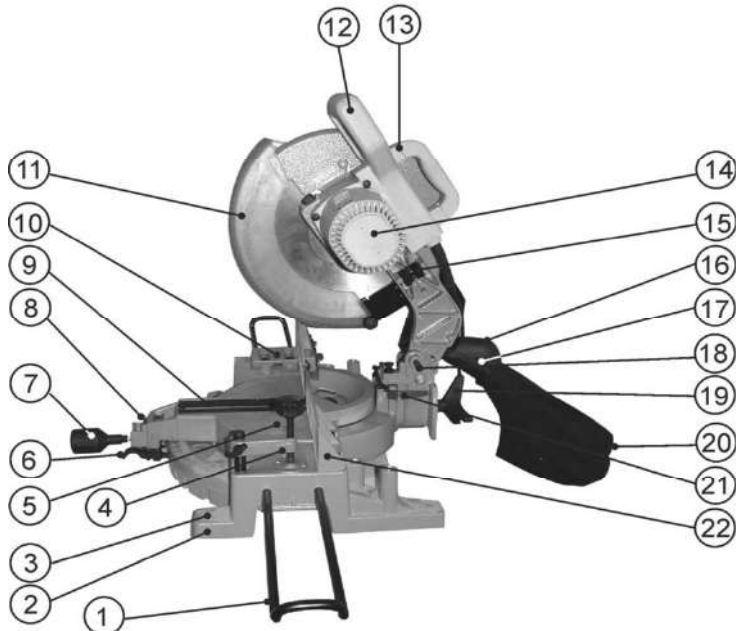

Рис. 2
7. УСТРОЙСТВО ПИЛЫ, Рис. 2
8.1. Закрепите поворотный стол (5) с помощью винта фиксации поворотного стола (7) и затяните винт фиксации наклона пилы (19). При транспортировке пилы полностью опускается рукоятка пилы (12) и фиксируется в нижнем положении с помощью стопорной шпильки (18). Транспортировка пилы производится непосредственно за транспортную ручку (13), Рис.2.
9.1.1. Закрепите пилу болтами на ровной и устойчивой поверхности верстака. С этой целью станина (2) пилы имеет четыре отверстия (3). Это обеспечивает устойчивость пилы и безопасность эксплуатации, предотвращает возможность травматизма, Рис.2.
9.2.1. На станине (2) предусмотрены гнезда установки вертикальной струбцины (4). Вертикальная струбцина (4) может быть установлена в станине (2) как слева, так и справа от места распиливания, Рис. 2.
9.3.1. Перед намеченной операцией определите размер от места распиливания до концов заготовки. Если этот размер превышает 0,55 м, то необходимо установить дополнительные выдвижные опоры (1) с одной или с обеих сторон в специальные отверстия в станине (2) пилы, Рис.2.
10.1. Поднимите вверх крышку (16). На патрубок пылесборника (17) наденьте пылесборник (20), Рис.2.
Используйте пылесборник (20) во время пиления для более аккуратной работы и легкого удаления опилок из рабочей зоны. Когда пылесборник (20) наполнится наполовину, отсоедините его от патрубка пылесборника (17) и освободите от содержимого, расстегнув молнию и слегка встряхнув для удаления опилок, Рис.2.
10.2. При использовании пилы в продолжительном режиме работы целесообразней патрубок пылесборника (17) соединить с пылесосом для сбора стружки и древесной пыли при работе (см.раздел 20, Рис.2).
11.1. Приведение пилы в верхнее положение (Рис.2)
11.2.1. Ослабьте винт фиксации поворотного стола (7), удерживая рычаг фиксации (6) в верхнем положении за головку винта фиксации поворотного стола (7). Поворачивайте поворотный стол (5) на необходимый угол установки, Рис.2.
11.2.2. Поверните стол до совмещения значения угла поворота, нанесённого на поворотном столе (5), с указателем в узле установки поворотного стола (8), Рис.2.
11.3.1. Для изменения угла наклона пиления, удерживая пилу за рукоятку (12), Рис.4, ослабьте установку винта фиксации наклона пилы (19), Рис.2, наклоните пилу влево на предполагаемый угол пиления, контролируя угол по показаниям шкалы (24) и указателя (21), Рис.5. Закрепите положение винтом фиксации наклона пилы (19), Рис.2.
Отпустите винт фиксации угла наклона (19) и установите заданный угол наклона. Для его сохранения снова затяните винт фиксации угла наклона (19). Жажмите заготовку вертикальной струбиной (4), Рис.2. Нажмите на кнопку включения (19) и дождитесь, пока пильный диск (30) наберет максимальную скорость. Прилагая усилие в плоскости вращения пильного диска (30), нажимайте на рукоятку пилы (12), опускайте её до нижнего положения, но, при этом, не форсируйте процесс пиления. После окончания пиления выключите пилу и дождитесь **ПОЛНОЙ ОСТАНОВКИ ПИЛЬНОГО ДИСКА** перед тем, как вернуть рукоятку пилы (12) в верхнее положение, Рис.8.
13.2.1. Пила позволяет производить поперечное пиление под углом 90° и косое пиление до 45° влево и вправо. Для выполнения косого пиления необходимо ослабить винт фиксации поворотного стола (7), повернуть поворотный стол (5), Рис.2, до нужного угла за рукоятку винта фиксации поворотного стола (7) и зафиксировать данное положение винтом фиксации поворотного стола (7), Рис.2. При длительной работе с одним заданным углом периодически проверяйте точность установки, так как винт фиксации поворотного стола (7), Рис.2, может ослабнуть.
12.1.2. Для регулировки положения 90° ослабьте винт фиксации наклона пилы (19), приведите пилу в крайнее правое положение, ослабьте стопорную гайку регулировочного болта (32), Рис.9 и, используя угольник, установите угол 90° пильного диска относительно поворотного стола (5), Рис.2, вращением регулировочного болта (32). Затяните стопорную гайку регулировочного болта (32), Рис.9.